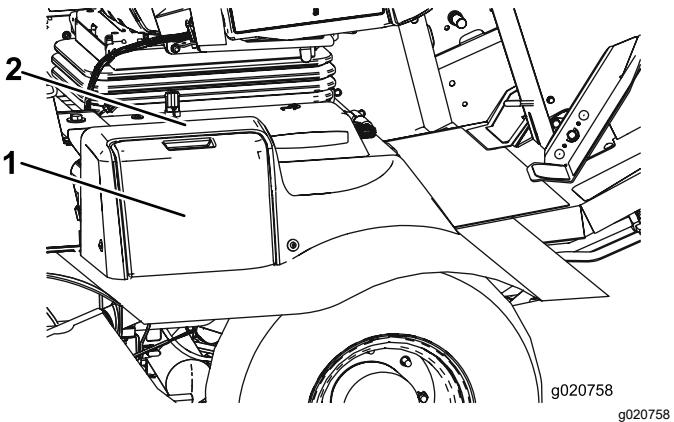

Figure 57
1. Ouvrez le couvercle de la batterie sur le côté du carénage (Figure 57).
Remarque: Appuyez sur la surface plate au-dessus du couvercle de la batterie pour faciliter la dépose du couvercle (Figure 57).